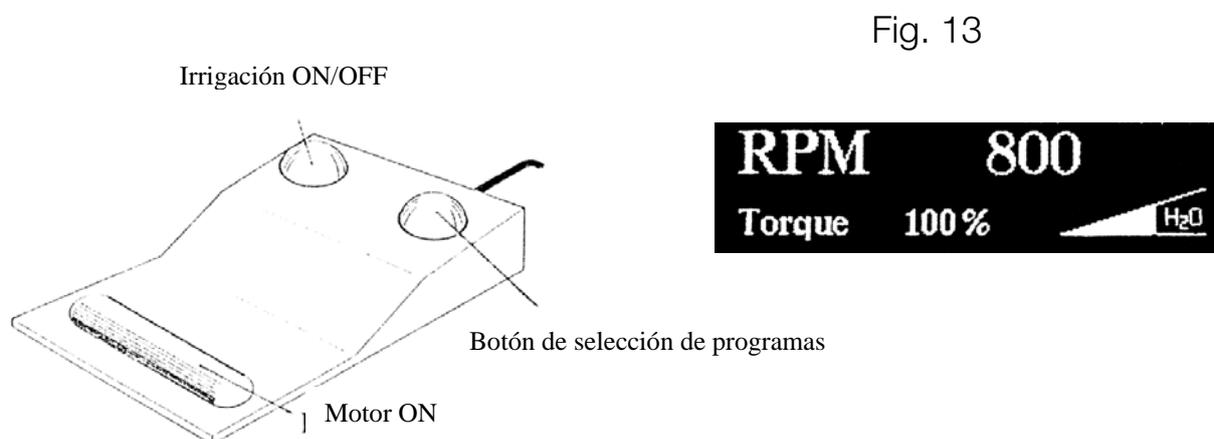

Fig. 13 + 14
4. Se entra en el programa pisando el botón de programa (véase Fig. 13.) – El despliegue muestra los valores / parámetros pre ajustados de la fabrica. El ejemplo en Fig. 14, demuestra una velocidad de 800 RPM, un torque 100% y con una irrigación de aproximadamente 50% del total.